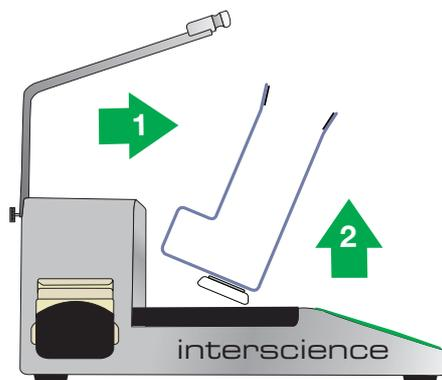
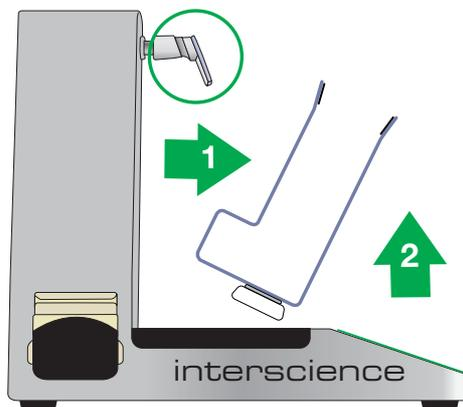

Figure 10 : Enlèvement du BagOpen® pour le DiluFlow®
Figure 11 : Enlèvement du BagOpen® et de la protection pour embout de distribution pour le DiluFlow® Pro
**IMPORTANT : La meilleure façon d'enlever le BagOpen® est de le basculer vers soi avant de l'extraire (cf. Figure 10 et Figure 11).**